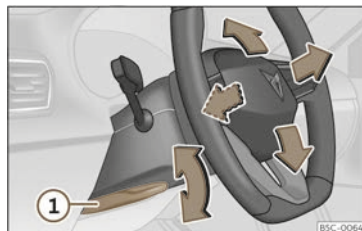

Abb. 95 Hebel auf der linken unteren Seite der Lenksäule.
- Hebel >>> (Abb. 95) ① nach unten schwenken, Lenkrad in die gewünschte Position bringen und Hebel wieder bis zum Schließpunkt nach oben drücken.
- Den Hebel >>> (Abb. 95) ① nach dem Einstellen immer fest nach oben schwenken, damit das Lenkrad während der Fahrt nicht unbeabsichtigt seine Position verändert.